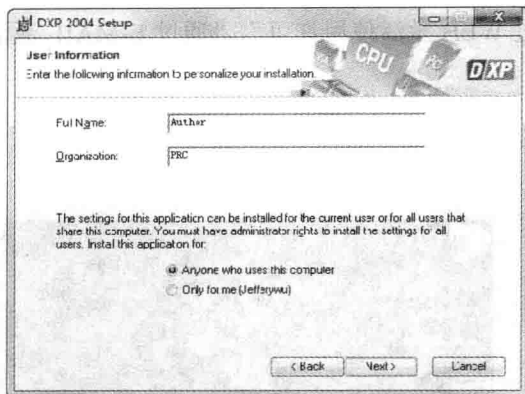

图 1-5 Protel DXP 2004 用户信息填写
(3) 单击 Next 按钮，进入软件用户信息登记窗口，在 Full Name 和 Organization 文本框中分别输入用户姓名和组织名称，并选中 Anyone who uses this computer 单选按钮，如图 1-5 所示。